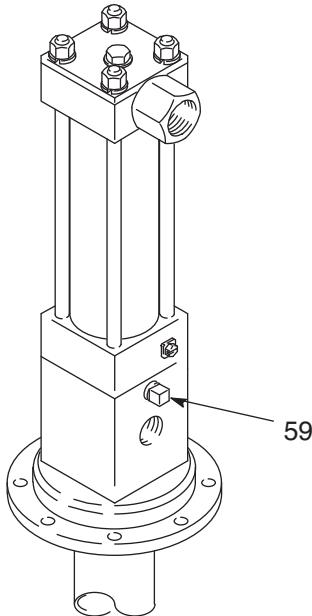

图 3
- 排液管：从泵适配器卸下插头 (59)，然后安装 1/8 直径的泄压管 (B)，末端接废液容器。监控液压液体的渗漏情况。如果其看起来过多或突然增加，则往复机构 / 泵可能需要更换。（图 3）